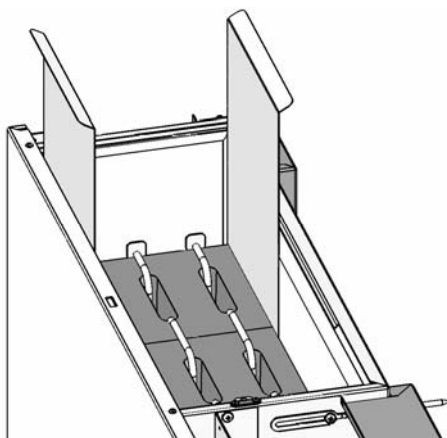

Fig.6
- 3** Insérez les briques creuses à l'aide des plaques guides fourni en commençant par les briques SP19, resp. SP29, puis les briques SP39, resp. SP40 (Fig.6). Vous trouverez les numéros et types des paquets de briques réfractaires dans le chapitre «caractéristiques techniques». Insérez les résistances dans les canaux des briques. Poussez les bouts des résistances jusqu'au milieu de l'appareil. Faites les pénétrer dans les trous des plaques isolantes de chaque côté de l'appareil. Poussez les résistances vers le bas de manière à ce que les éclisses se trouvent entre les briques et les plaques isolantes latérales.